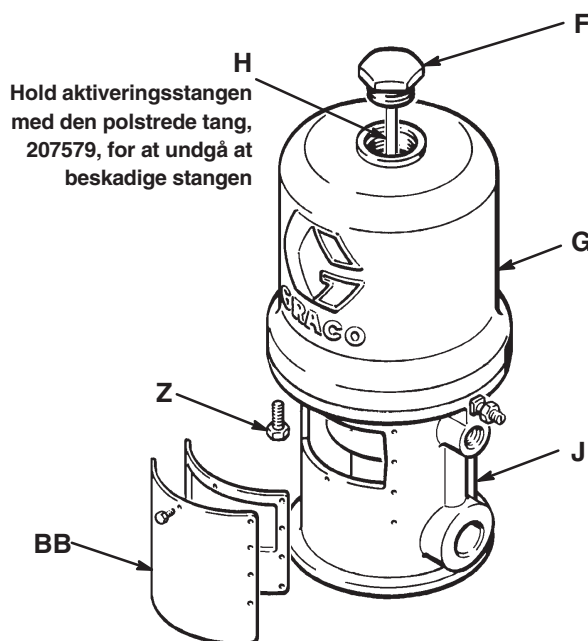

Fig. 2
3. Skub stempelstangen manuelt for at flytte stempelsamlingen til topstilling. Skru cylinderens hættemøtrik (F) af cylinderen (G). Træk op i hættemøtrikken. Tag fat i aktiveringsstangen (H) med polstret tang 207579, og skru hættemøtrikken af aktiveringsstangen. Se Fig. 2.
4. Afmonter de otte skruer (Z), der fastgør cylinderen (G) til bundpladen (J). Træk forsigtigt cylinderen *lige op* og af stemplet. Se Fig. 2.